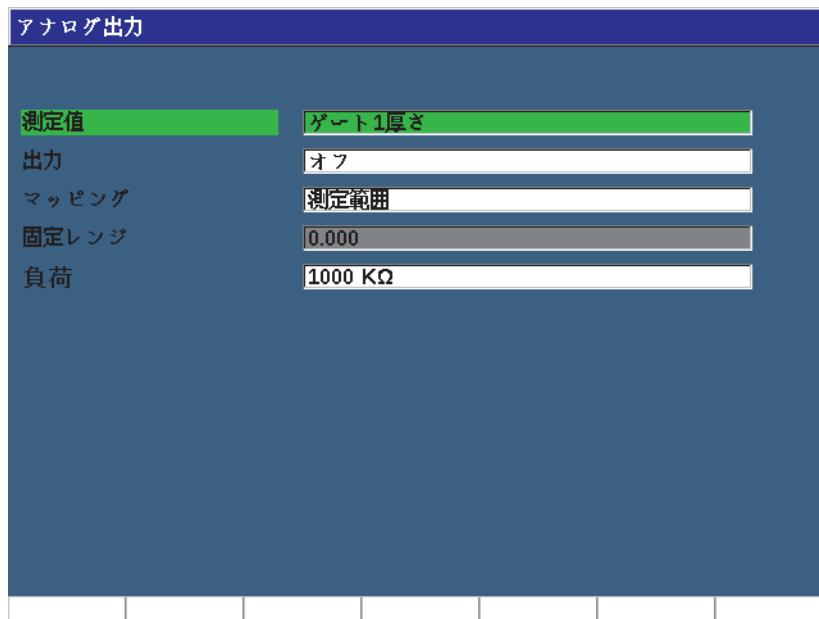

図 8-1 アナログ出力設定ページ
1. **設定読込 > アナログ出力** (グループ 3/5) を選択し、**アナログ出力設定ページ**を表示します (153 ページの図 8-1 参照)。